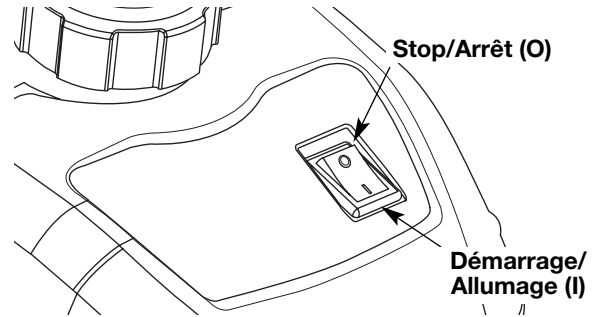

Fig. 6
2. Mettez la commande Marche/Arrêt Stop en position MARCHÉ (I) (Fig. 6).